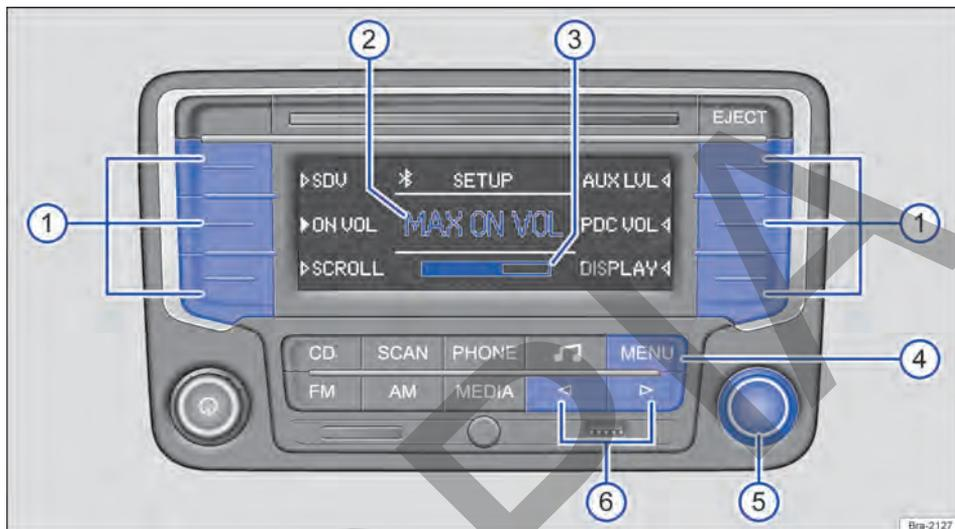

Fig. 163 Menú SETUP: defina el volumen inicial.
- Pulse la tecla del equipo **MENU** en cualquier menú → fig. 163 (4).
- Pulse las teclas de función para abrir el menú de ajuste correspondiente → fig. 163 (1).
- Gire la tecla de ajuste para modificar el ajuste actual → fig. 163 (5).
- **O:** pulse brevemente la tecla del equipo **◀** o **▶** para modificar el ajuste actual → fig. 163 (6).
- **O:** si se pulsa brevemente la tecla del equipo **MENU** → fig. 163 (4).
→ fig. 163 ② y, debajo, la barra de volumen
→ fig. 163 ③.